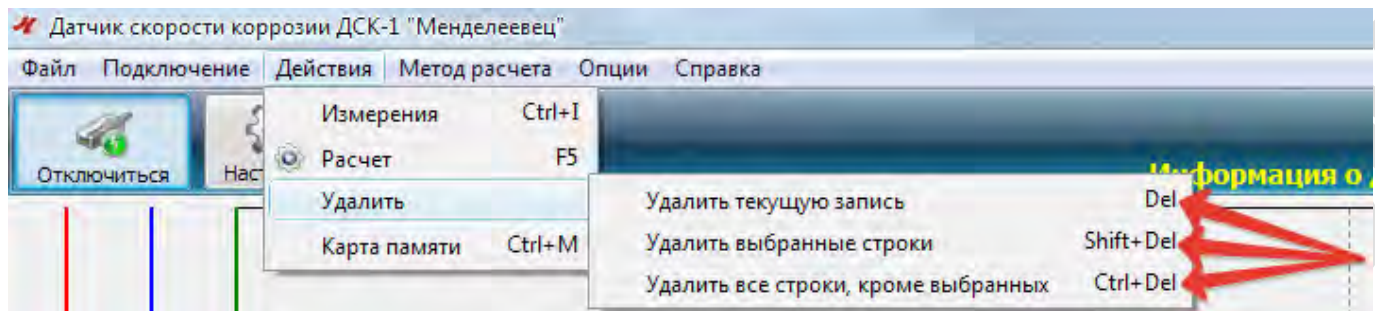
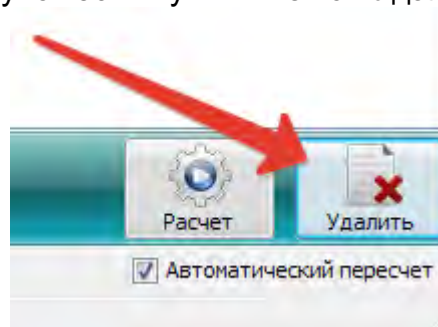

Рисунок 30 – Пункты меню «Удалить»
Рисунок 31 – Кнопка «Удалить» внизу рабочей области
3.10.2 Доступ к подменю «Удалить» возможен из меню «Удалить» в панели «Действия» (рисунок 30), кнопке «Удалить» внизу рабочей области (см. рисунок 31) и при нажатии правой кнопки мыши (ПКМ) в области таблицы (рисунок 32). Удаление записи из памяти датчика происходит без возможности восстановления. Для удаления требуется подтвердить необходимость операции в появляющемся окне.